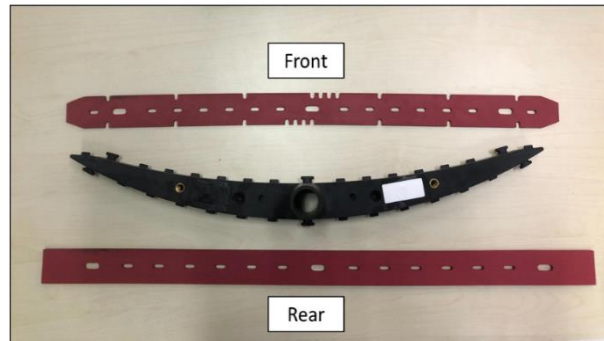

FIGURE 11-14
7. Attachez de nouvelles lames en caoutchouc à l'avant et à l'arrière du cartouche en caoutchouc, en alignant les fentes en caoutchouc avec les saillies fournies (Fig. 11-14, 11-15, 11-16 & 11-17).